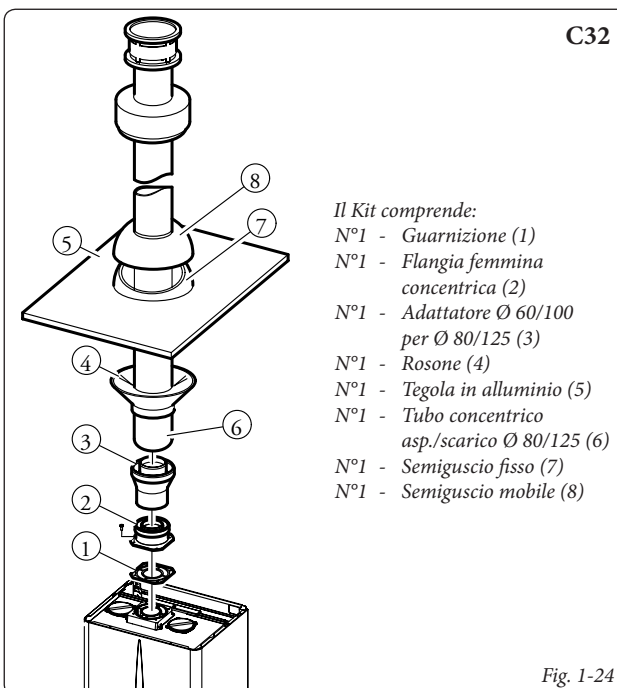

Fig. 1-24
Kit verticale con tegola in alluminio Ø 80/125. Montaggio kit (Fig. 1-24): installare la flangia concentrica (2) sul foro centrale della caldaia interponendo la guarnizione (1) e serrare con le viti presenti nel kit. Innestare l'adattatore (3) con lato maschio (liscio) nel lato femmina della flangia concentrica (2). Installazione della finta tegola in alluminio (5). Sostituire alle tegole la lastra in alluminio (5), sagomandola in modo da fare defluire l'acqua piovana. Posizionare sulla tegola in alluminio il semiguscio fisso (7) e inserire il tubo di aspirazione-scarico (6). Innestare il terminale concentrico Ø 80/125 con lato maschio (6) (liscio), nel lato femmina dell'adattatore (3) (con guarnizioni a labbro) sino a portarlo in battuta, accertandosi di avere già inserito il rosone (4), in questo modo si otterrà la tenuta e la giunzione degli elementi che compongono il kit.